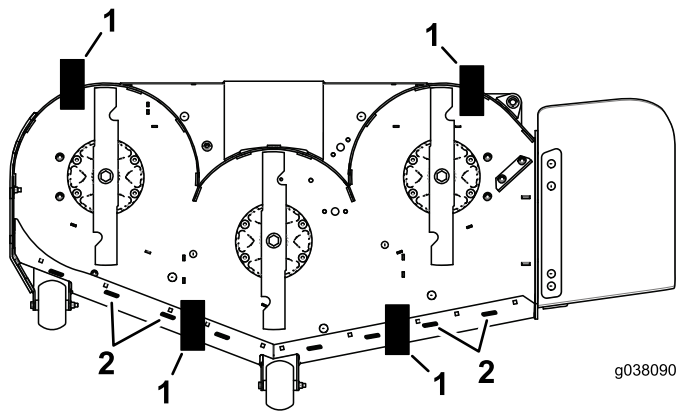

Figura 88
11. Coloque 2 bloques (ver Altura de bloque y soporte) debajo del borde trasero del faldón de la carcasa de corte, uno en cada lado de la carcasa de corte (Figura 88).